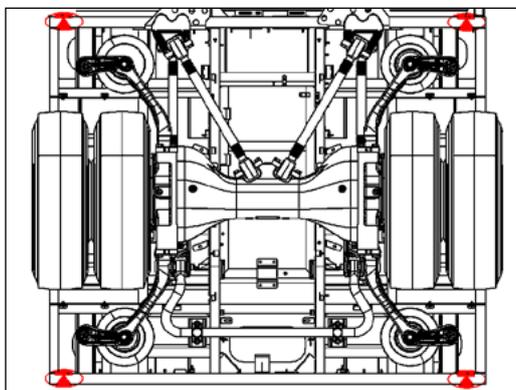

Figura 4-1-2 Pontos de elevação do eixo traseiro
3. Levante o chassi a uma altura adequada, certificando-se de que o veículo esteja seguro e de que o macaco esteja aplicado nos pontos corretos (como indicado na Figura 4-1-2).